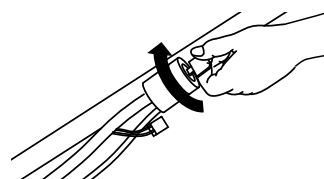
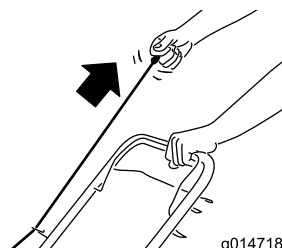

Figura 15
Figura 16
2. Girate la chiave di accensione (solo modelli con avviamento elettrico; fate riferimento a Figura 15) o tirate l'avviatore autoavvolgente (Figura 16).